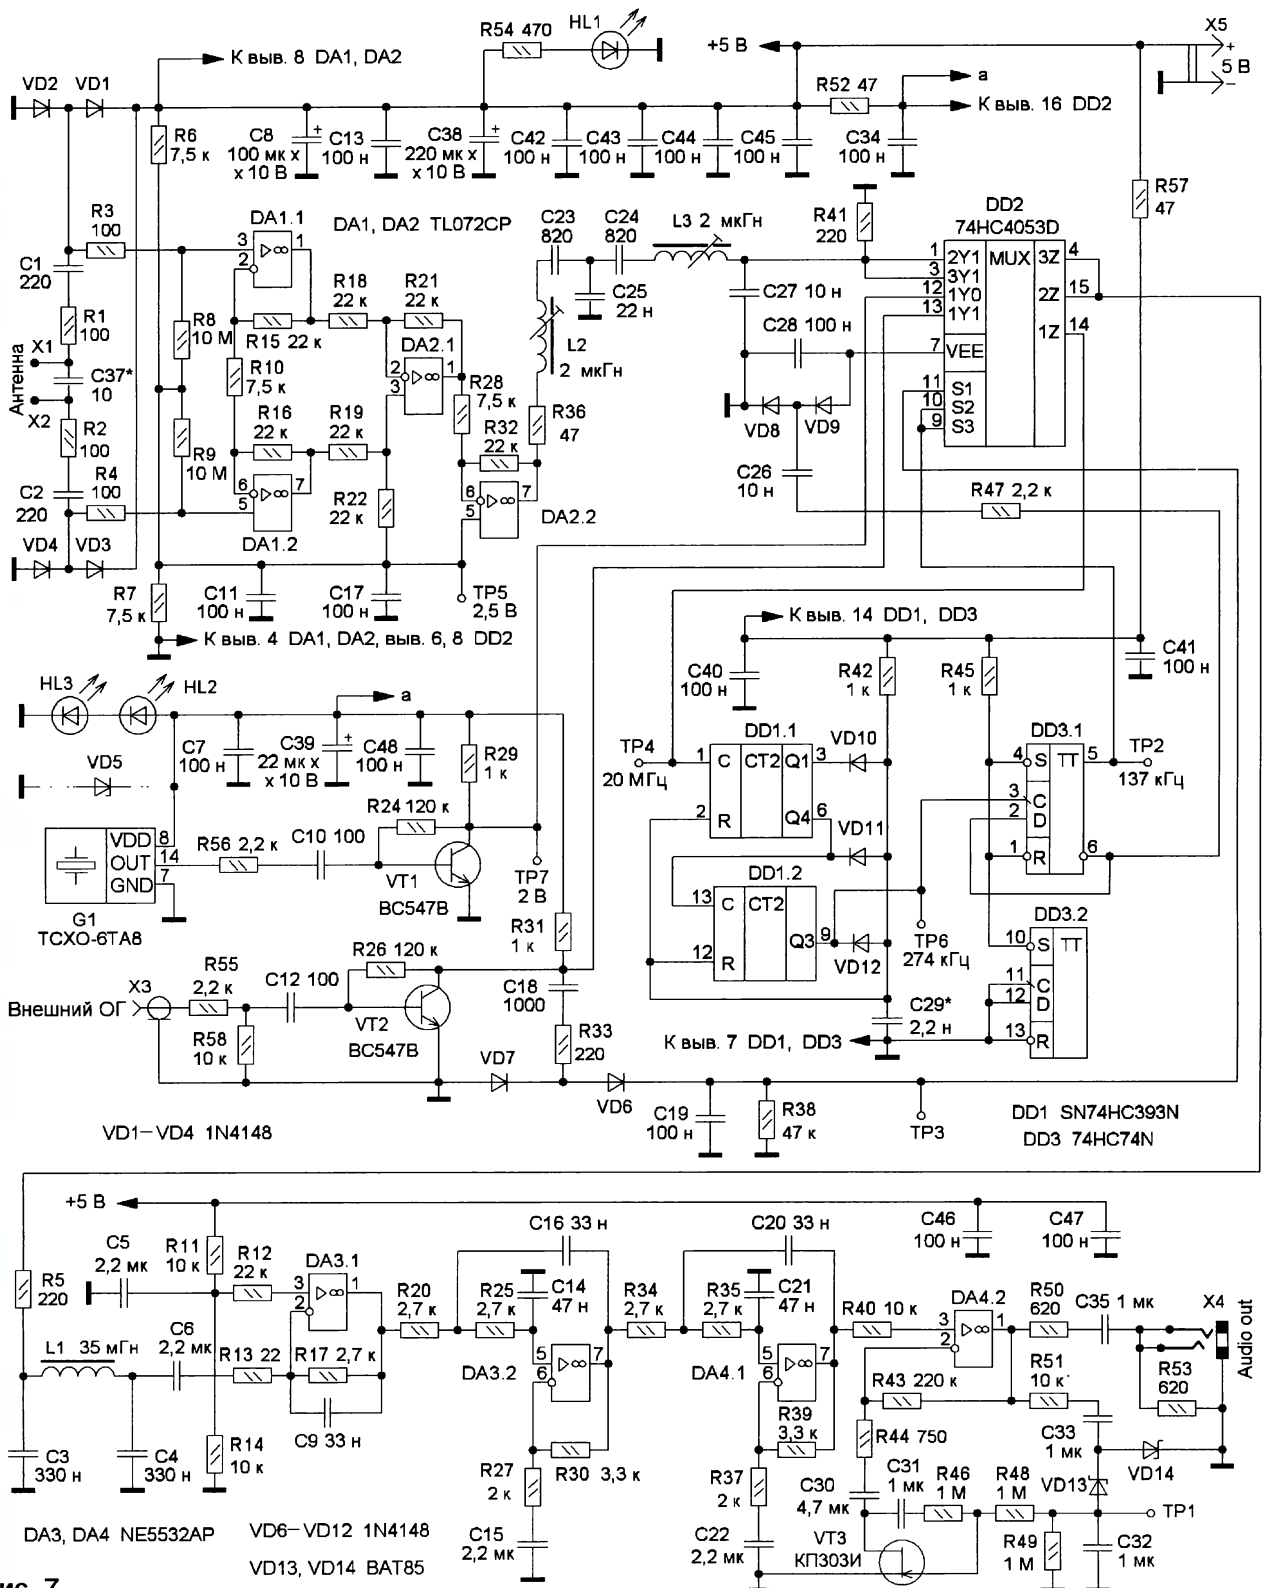

Рис. 7
На **рис. 7** приведена схема разработанного приёмника. На входе установлен малощумящий (МШУ) дифференциальный усилитель на микросхемах DA1, DA2 с большим входным сопротивлением, предназначенный для работы с малогабаритной дипольной электрической антенной [7]. Входы усилителя защищены диодами VD1—VD4. Конденсатор C37 устанавливает, если требуется ослабить наводки от УКВ-передатчика. С выхода антенного МШУ сигнал поступает на полосовой фильтр L2L3C23C24C25, настроенный на частоту 137 кГц. Отфильтрованный ВЧ-сигнал поступает далее на ключевой смеситель на микросхеме DD2. На вход управления смесителя подаётся сигнал гетеродина (136,9863 кГц), собранного на микросхемах DD1 и DD3. Диоды VD10—VD12 служат для установки необходимого коэффициента деления (73) счётчика DD1. Опорный генератор G1 — на частоту 20 МГц. Его сигнал усиливает буферный каскад на транзисторе VT1. Предусмотрена возможность подключения внешнего опорного генератора. Для этого служит буферный каскад на транзисторе VT2 и узел электронного переключения источника опорного сигнала — диоды VD6, VD7 и один из ключей микросхемы DD2. Когда сигнал с внешнего опорного генератора отсутствует, используется внутренний генератор G1. Напряжение питания опорного генератора G1 и смесителя DD2 стабилизировано цепочкой R52HL1HL2. Вместо светодиодов может использоваться стабилитрон VD5 на напряжение около 4,5 В.